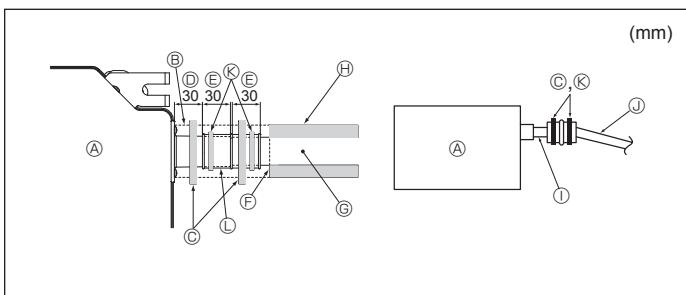

Fig. 3-5
- Sluit de aftapbus (meegeleverd met de unit) aan op de afvoeropening. (Fig. 3-5) (Bevestig de buis met behulp van PVC-plakband en zet deze stevig vast met behulp van een band)